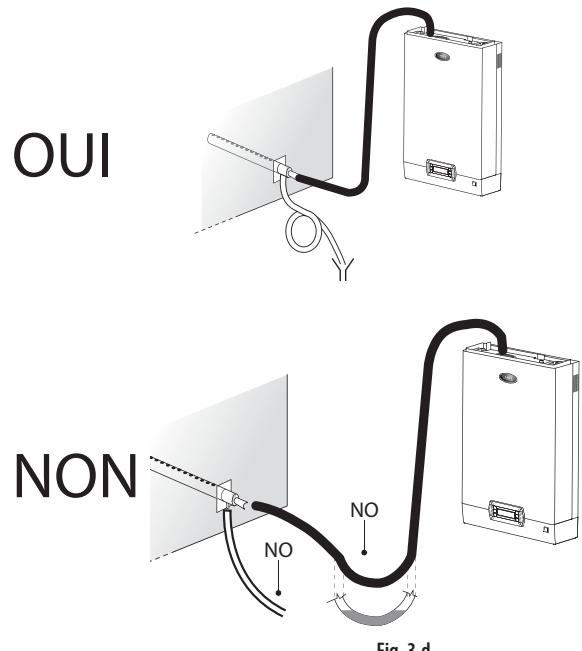

Fig. 3.d
Pour décharger ces accumulations, raccorder à la base du distributeur un tuyau de drainage avec un syphon et une inclinaison minimale de 5° (voir Fig. 3.d). Tuyaux CAREL de drainage condensation: code 1312353APG
- les tuyaux de sortie de la vapeur sont dirigés vers le haut et le distributeur a une inclinaison d'au moins 2° vers le haut (voir Fig. 3.c);
- les parcours des tuyauteries de la vapeur et de la condensation sont conformes aux descriptions de ce chapitre (voir Fig. 3.d);